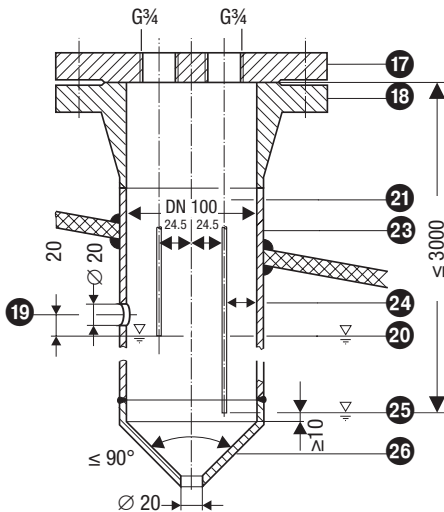

图 17 保护管（现场），当用作内置水位限制器并与水位控制或低水位保护电路相结合时
- **液位电极** NRG 1...-50 可以与 GESTRA 液位电极、液位开关或变送器（用于水位控制或低水位保护电路）一起安装在同一保护管或测量容器（内径 100 mm）中。**图 17**。内置安装时，NRG 1...-50 必须距上方平衡孔至少 40 mm。